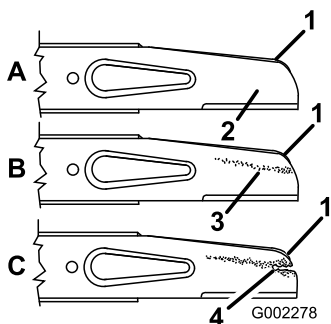

図 28
2. ブレードナット、アクセル、ブレードを取り外す 図 28。